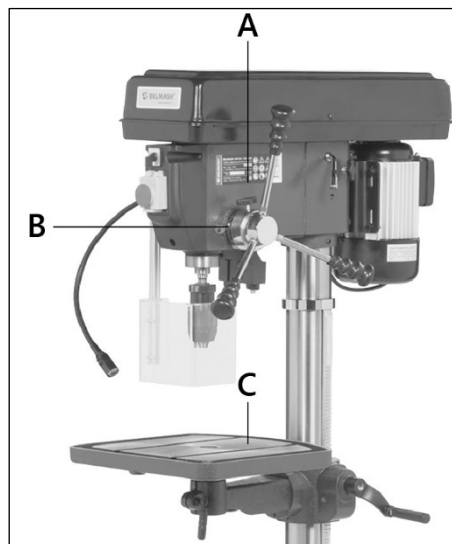

Рисунок 18.
Чтобы просверлить несквозное отверстие на заданную глубину, отметьте глубину отверстия на торце заготовки. Положите заготовку на рабочий стол (C) (рис. 18). Ослабьте ручку-фиксатор (A) шкалы глубины.